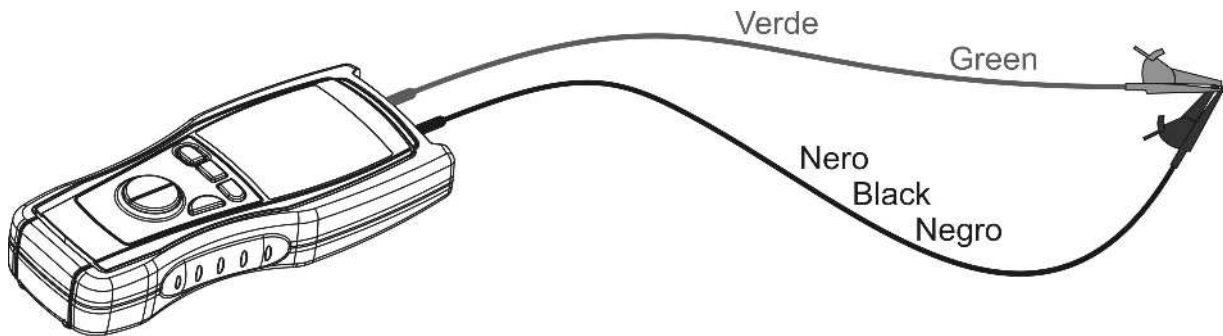

Abb. 9: Verbindung der Anschlüsse des Gerätes während der Kalibrierung
3. Schließen Sie die Kabelenden miteinander kurz wie in Abb. 9 gezeigt, und stellen Sie sicher, dass die metallischen Teile der Prüfsonde und die Krokodilklemmen guten Kontakt haben.